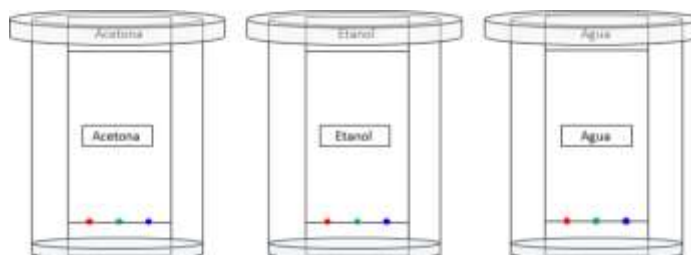

Figura 5.
- Diríjase al recuadro derecho y justo antes del espacio en blanco, dé clic en el segundo ícono que le mostrará el procedimiento (figura 5).
5. Introduzca los papeles en cada uno de los vasos (figura 5) de acuerdo con la rotulación asignada.